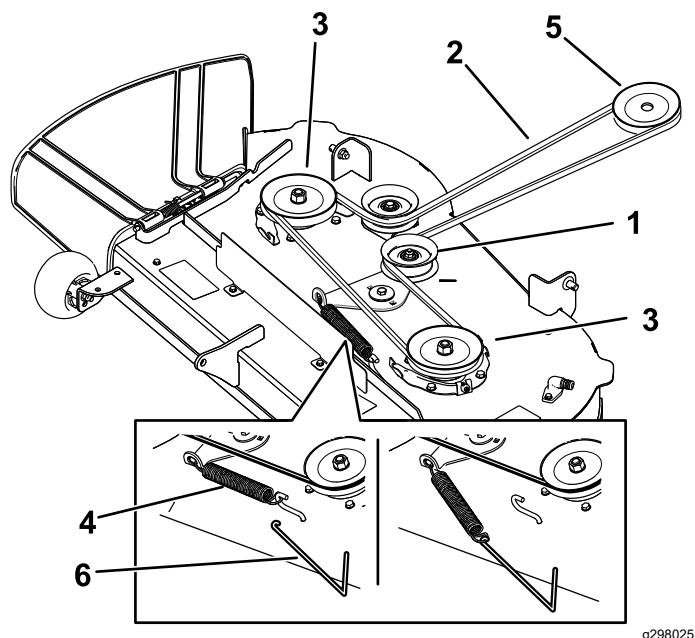
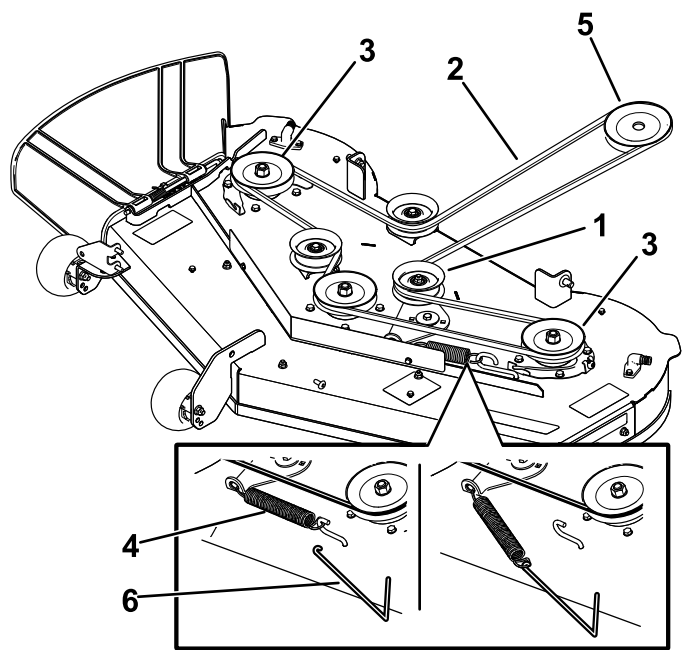

Figura 57
Figura 58
7. Utilizând un instrument de îndepărtare arcuri (nr. piesă Toro 92-5771), îndepărtați arcul rolei de ghidare din cârligul punii pentru a detensiona fulia rolei de ghidare și îndepărtați cureaua de pe fulii (Figura 57 sau Figura 58).
8. Amplasai cureaua nouă în jurul fuliilor motorului i ale mainii de tuns iarba (Figura 57 sau Figura 58).
9. Utilizând un instrument de îndepărtare arcuri (nr. piesă Toro 92-5771), montai arcul rolei de ghidare pe cârligul punii i tensionai fulia rolei de ghidare i cureaua mainii de tuns iarba (Figura 57 sau Figura 58).